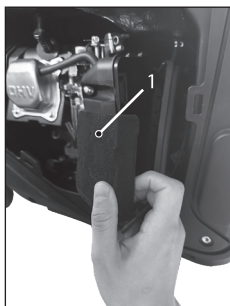

Рис. 17
3. Извлеките фильтрующий элемент 1 и тщательно очистите его. При сильном загрязнении или повреждении замените фильтрующий элемент (рис. 17).